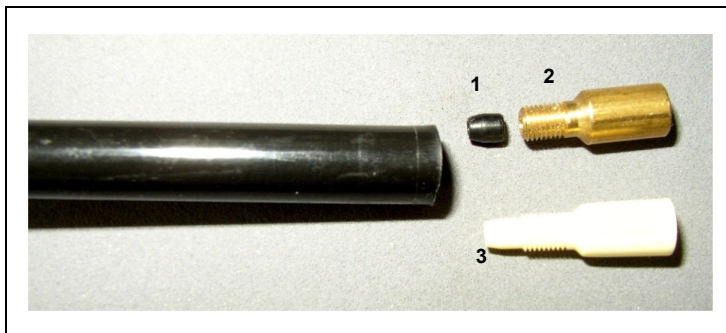

Fig. 81
- 2** Inserire la guarnizione conica (Fig. Fig. 81/1).